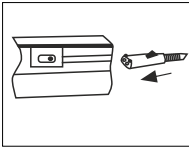

Рис.3
4. Вставьте шнур питания в разъем для подключения, находящийся на торце основания светильника. (рис.3).